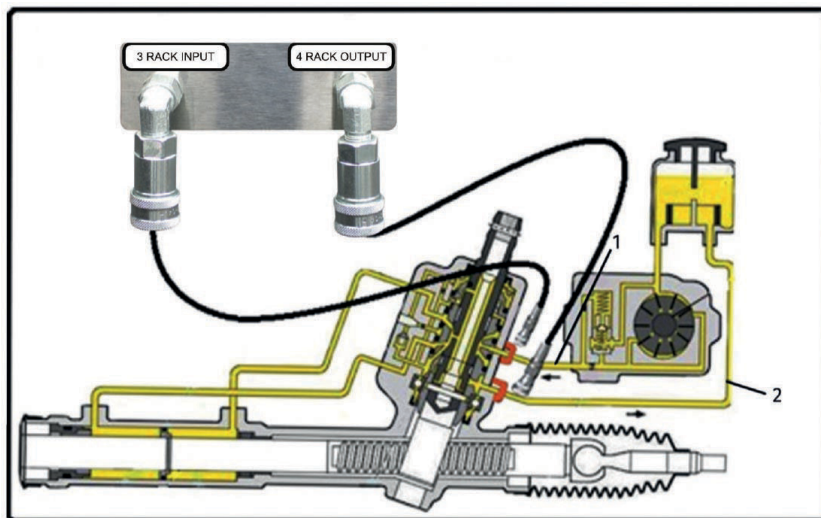

Figura 7. Conexión de la cremallera de dirección a la máquina:
2. Conecte la máquina a la cremallera como se indica en la figura 7: